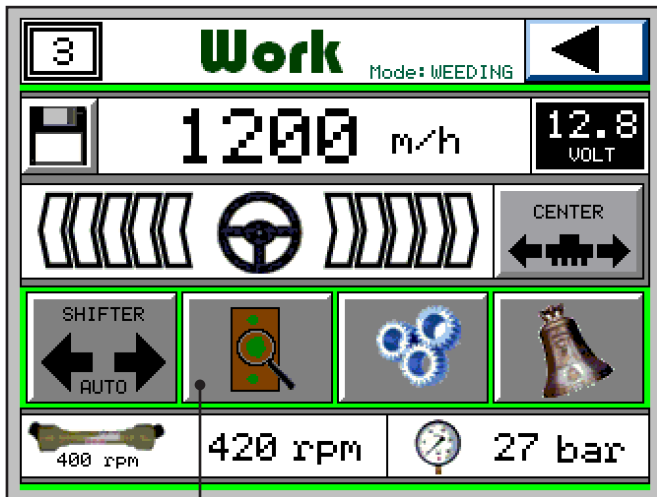

Fig. 7
- 13) Regolare la pressione degli elementi, a seconda della consistenza del terreno, agendo sulla manopola (N), tenendo presente che **AUMENTANDO** la pressione si diminuisce lo schiacciamento delle ruote elemento sul terreno.
- 14) Regolare la profondità delle zappe interfilari (O) e la profondità delle zappette mobili (P) tramite le apposite manopole.
- 15) Avanzando lentamente con il trattore, controllare la lettura degli infrarossi premendo il tasto (Q - Fig. 7).
- 13) Adjust the element pressure, according to the soil conditions, by moving the knob (N), considering that by **INCREASING** the pressure of the wheels on the soil will decrease.
- 14) Adjust the depth of the hoes between the rows (O) and the depth of the mobile hoes (P) by means of the appropriate knobs.
- 15) While slowly proceeding with the tractor, check the scanning of the infrared by pressing the button (Q- Fig. 7).
- 15) Avancer lentement avec le tracteur (les houes sont toujours désactivées). Tandis que l'on avance il faut contrôler la lecture des infrarouges en poussant sur le menu WORK le bouton (Q - Fig. 7).
- 15) Avanzando lentamente con el tractor, controle la lectura de los infrarrojos pulsando la tecla (Q - Fig. 7).